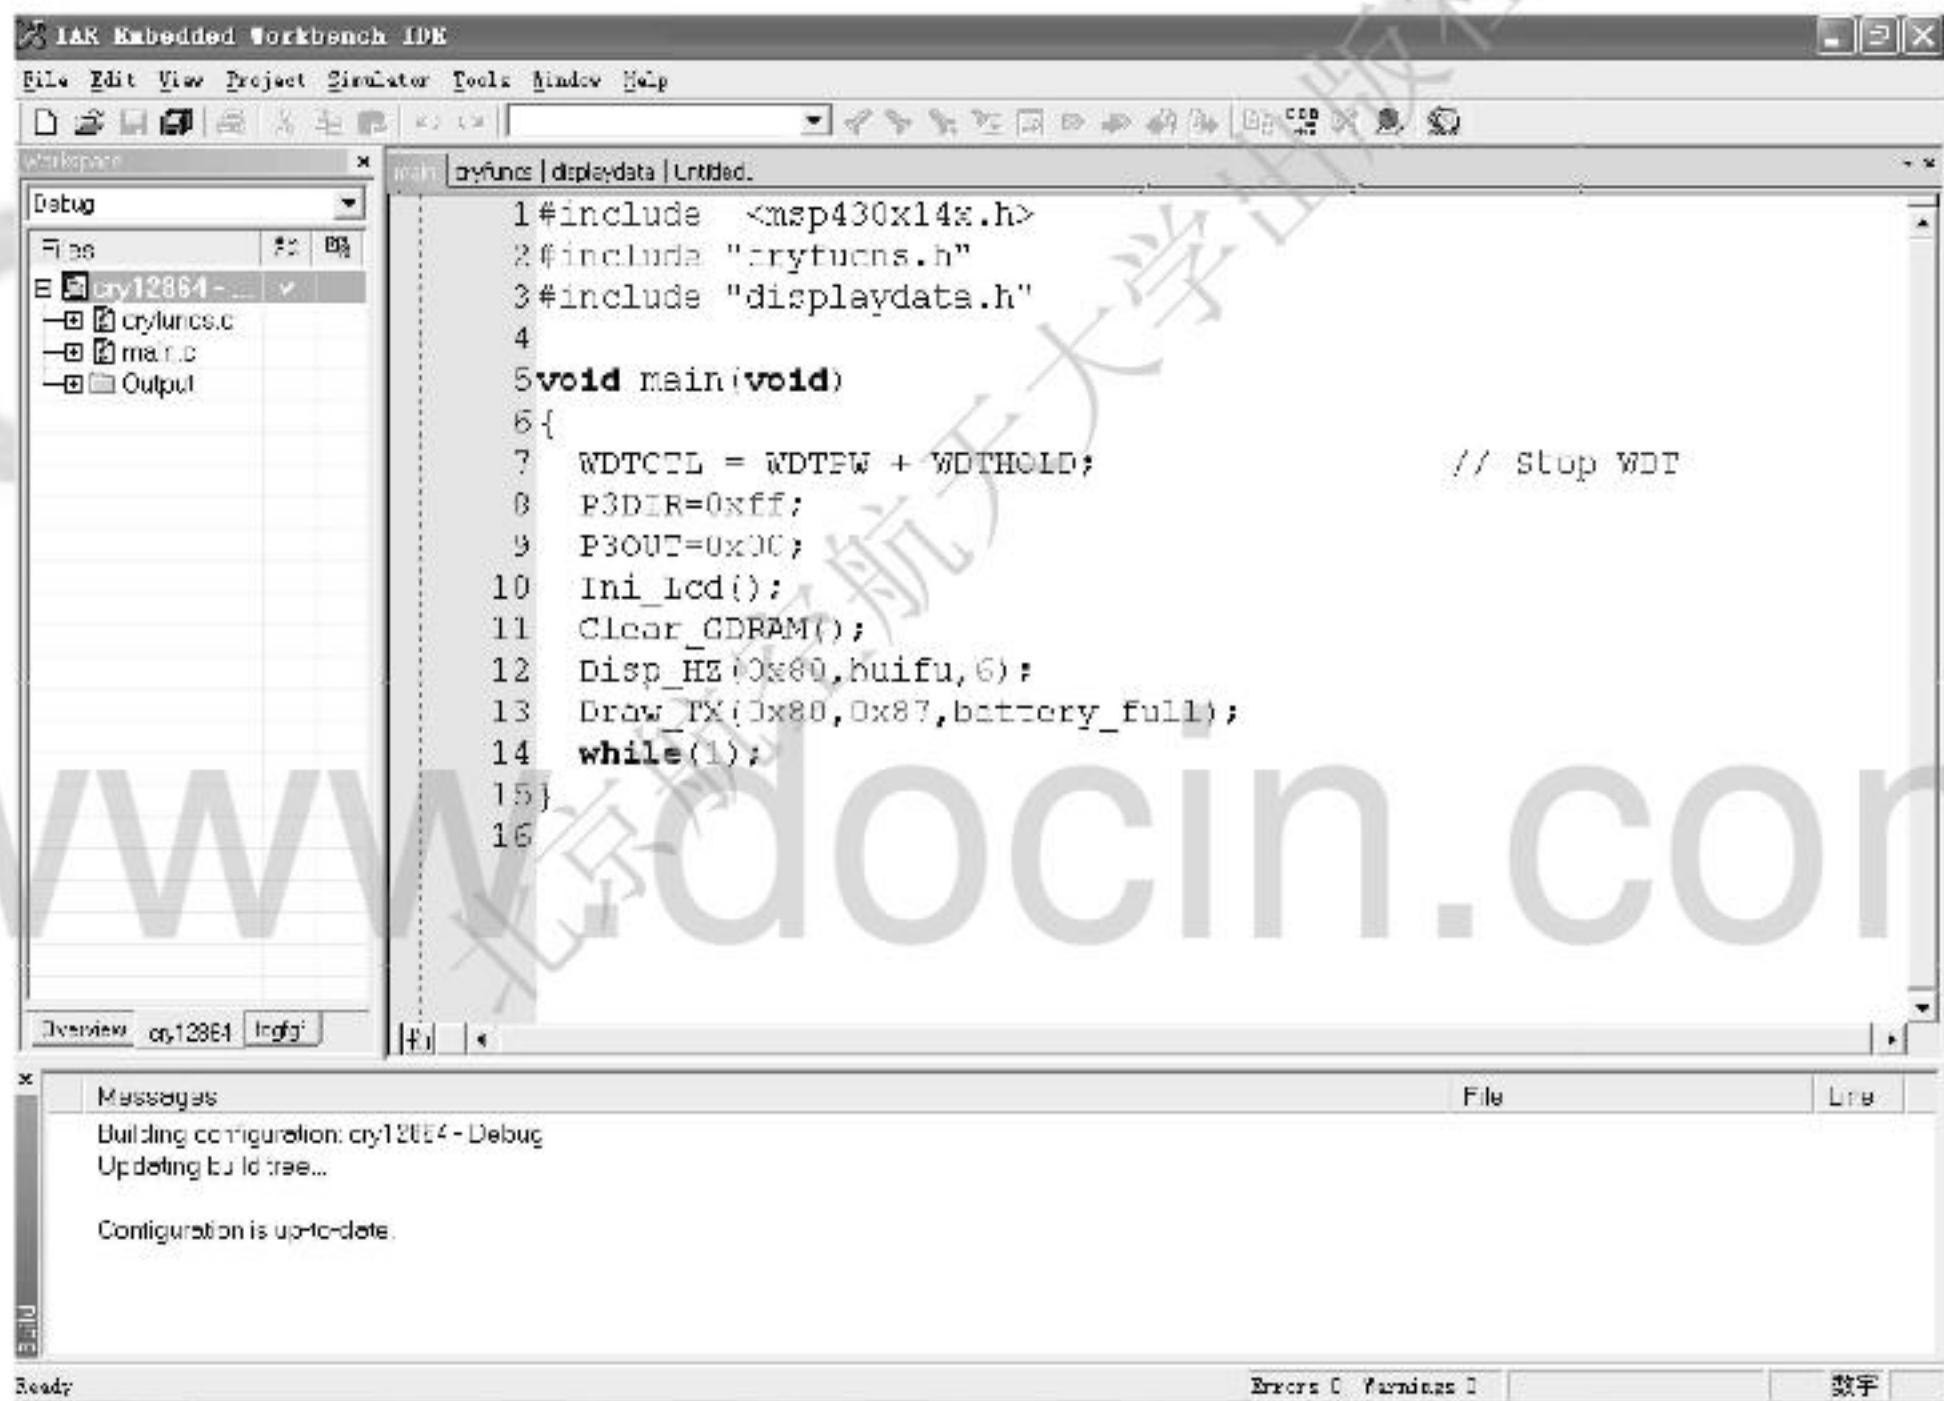

图 4-18 IAR for MSP430 界面
① 完成前面的设置以后,选中项目中的一个源文件(如.c、.cpp、.cc、.s、.asm、.msa),选择 Project→Compile 命令,或者单击工具栏中的图标按钮 ,对源文件进行编译。如果有错误,请根据提示的出错信息,将错误修正以后重新编译。
② 保证所有的源文件都编译通过以后,选择 Project→Make 命令,或者单击工具栏中的图标按钮 ,对源文件进行创建连接。如果有错误,请根据提示的出错信息,将错误修正以后重新创建连接。
③ 创建通过以后,就可以进入调试阶段了。选择 Project→Debugger 命令,或者单击工具栏中的图标按钮 就可以进入调试界面了。图 4-18 是编辑界面整个项目创建连接成功以后的截图;图 4-19 是进入调试界面以后的截图。